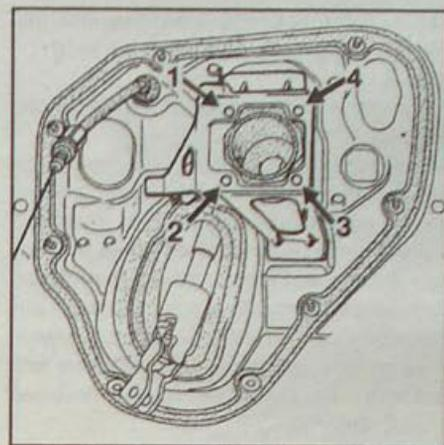

Рис. 12.19. Расположение гаек крепления вакуумного усилителя тормозов
- Головкой Fre. 1396 с трещоткой отверните гайку 4 (рис. 12.19) крепления вакуумного усилителя тормозов.
- При необходимости для доступа к гайке 4 (рис. 12.19) крепления вакуумного усилителя тормозов освободите от хомутов шланги радиатора отопителя и отведите их в сторону.
- Отверните гайки 1, 2 и 3 (рис. 12.19) крепления вакуумного усилителя тормозов.